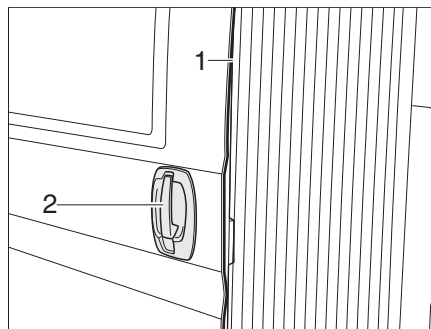

Bild 18 Schiebetür, elektrisch - Türgriff außen
- ▷ Um Quetschungen an der elektrischen Schiebetür zu vermeiden, befindet sich an der Schließkante eine Kontaktleiste (Bild 18,1). Bei Berührung wird die Bewegung der Schiebetür sofort gestoppt.
- Am Türgriff (Bild 18,2) ziehen. Die elektrische Schiebetür fährt bis zum Anschlag auf.
- Am Türgriff (Bild 18,2) ziehen. Die elektrische Schiebetür schließt sich und fährt in das Türschloss.